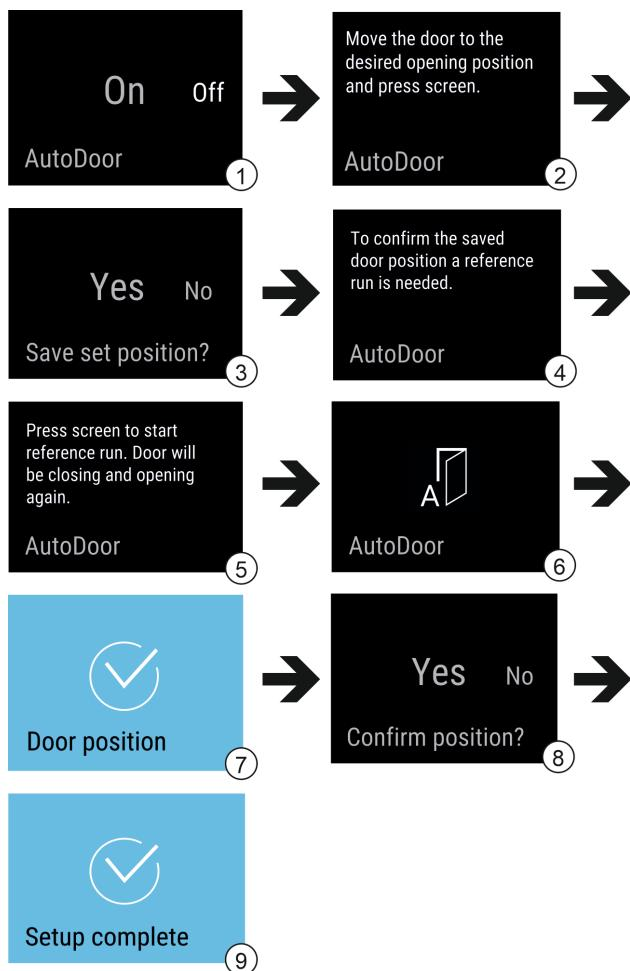

Fig. 13 Примерное представление индикаций на английском языке
- ▶ Активируйте AutoDoor: смахните индикацию на дисплее на On. Fig. 13 (1)
- ▶ Нажмите и удерживайте индикацию на дисплее в течение 3 секунд. Fig. 13 (1)
- ▶ Сконфигурируйте угол открытия двери: откройте дверь минимум на 70°. Fig. 13 (2)
- ▶ Подтвердите угол открытия двери: коснитесь сообщения на двери. Fig. 13 (3)
- ▶ Запустите возврат в исходное положение: коснитесь дисплея. Fig. 13 (5)
- ▷ Дисплей мигает. Fig. 13 (6)
- ▷ Возврат в исходное положение произведен успешно: Дисплей на 2 секунды становится синим. Fig. 13 (7)
- ▶ Подтвердите угол открытия двери. Fig. 13 (8)
- ▷ Дисплей станет синим. Fig. 13 (9)